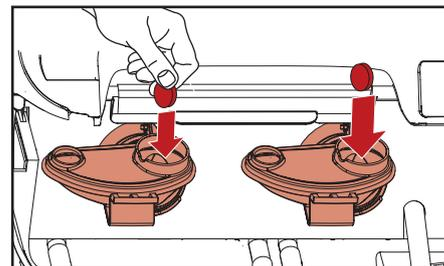

图 5.6 - 插入Rinza片
4. 把RINZA清洁片插入两个搅拌碗 (图5.6)。
- h. 把一片Rinza 清洁片放入两个搅拌碗（图5.6）。